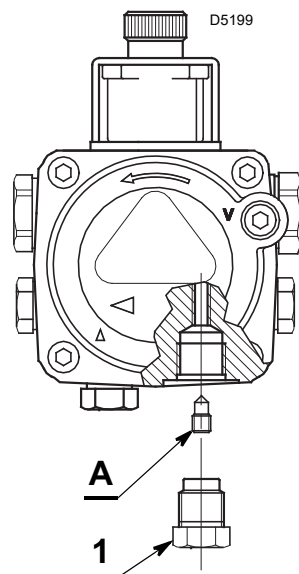

Fig. 11
La pompe est prévue pour un fonctionnement en bitube. Pour le fonctionnement en mono-tube, il faut dévisser le bouchon de retour 1), enlever la vis de by-pass (A) et ensuite revisser le bouchon 1)(Fig. 11).